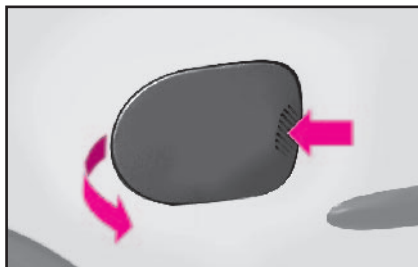

fig. 90
1) appuyer sur le point indiqué et ouvrir le volet **fig. 90**;